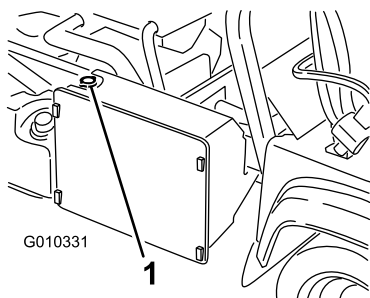

Figura 52
3. Retire o tampão do radiador (Figura 52).
7. Tape o radiador e instale o tampão (Figura 52).